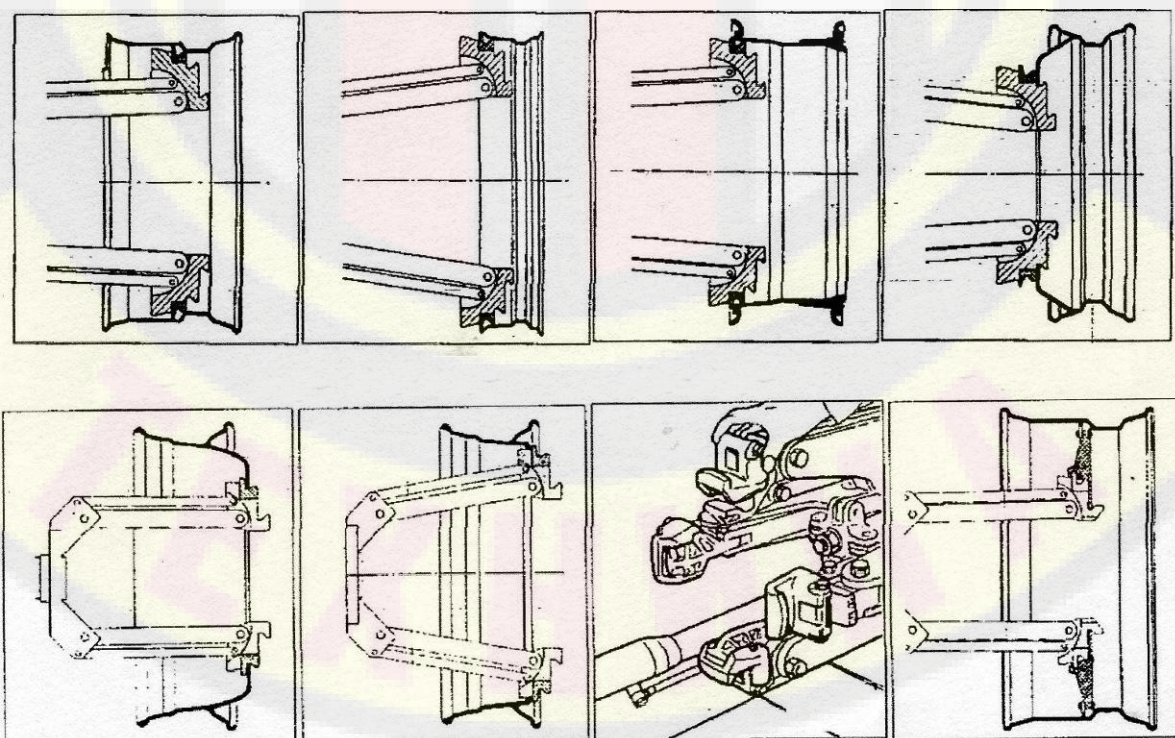
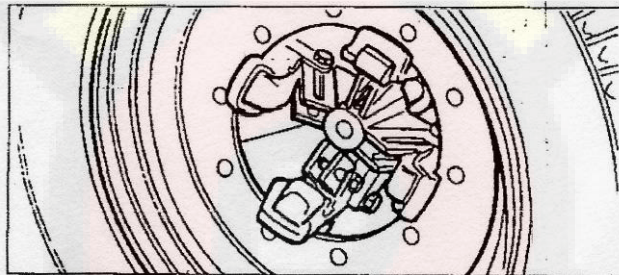

Рисунок 13
Рисунок 14
8.2.1.6 Наиболее удобные позиции закрепления на ободе можно выбрать согласно Рисунок 13.
8.2.2.2 Зажимы типа GL вставляются (крепёж байонетного типа) в рычаг на самоцентрирующемся зажиме (см. Рисунок 13). Благодаря барашковому винту, зажим можно закрепить на стойке. Закрепите обод, как показано на Рисунок 14.
Для работы с ободьями диаметром более 46" без фланца центрального отверстия колесо можно закрепить с помощью надставок PA (опция). Вставьте надставку зажима в рычаг зажима на рычаге самоцентрирующегося зажимного устройства (байонетный крепёж) и закрепите её барашковой гайкой (см. Рисунок 13).